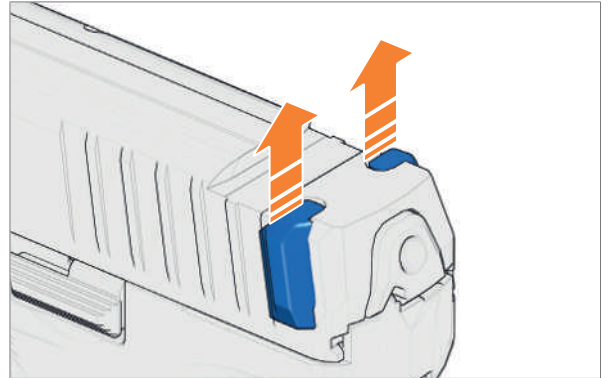

Abb. 38: Durchladehilfen entnehmen
2. Durchladehilfen entnehmen (*Abb. 38*).